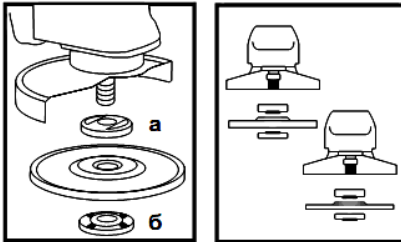

Рисунок 2
5.4 Установите на изделие шлифовальный либо отрезной диск. Для этого нажмите на кнопку фиксации шпинделя (1) и проверните шпиндель до такого положения, при котором он зафиксируется. С помощью вылочного ключа из комплекта изделия отверните и снимите зажимную гайку (б) (смотрите рисунок 2). Установите шлифовальный диск на посадочное место фланцевой шайбы (а) (рисунок 2), наживите рукой зажимную гайку на шпиндель и затяните ее ключом из комплекта изделия.